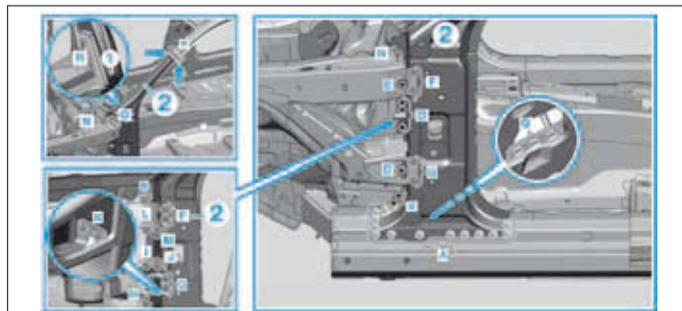

FIG. 69
- Tailler des deux côtés les trous de rivet sur le renfort du montant A (2).
- Emmancher le tube de protection sur le flexible d'écoulement d'eau et le positionner sur la zone à souder du montant A dans la zone (P) (Fig.69).